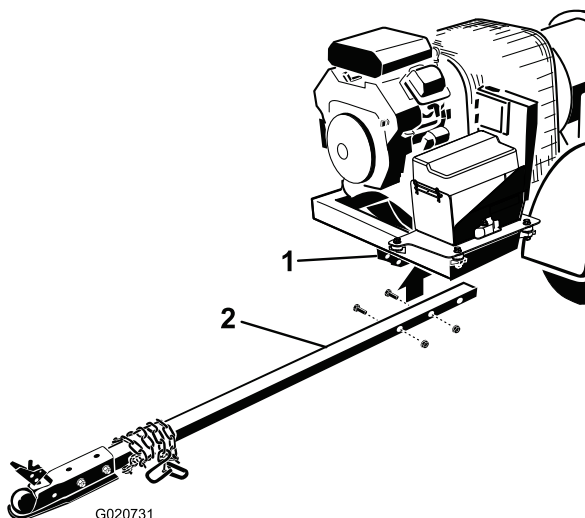

図 6
2. フレームブラケットにヒッチチューブに差し込む (図 6)。ボルト (3/8 x 3 in) 2本とフランジナット (3/8 インチ) を使用してヒッチチューブをフレームに固定する。